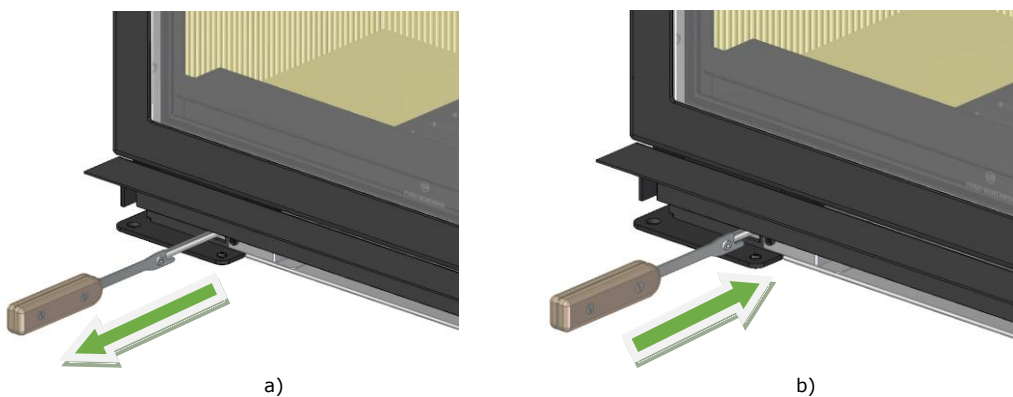

Figure 26 – a) Ouvrir air primaire, b) Fermer air primaire
- Pour ouvrir - Tirez sur le régulateur avec la clé qui accompagne l'équipement, pour un meilleur rendement et une plus grande consommation de bois de chauffage, Figure 26-a.
- Pour fermer - Poussez le régulateur pour une efficacité moindre et une faible consommation de bois. Cela crée également un effet de lavage à grande vitesse de l'air préchauffé sur toute la surface intérieure de la vitre, ce qui contribue à maintenir la vitre propre plus longtemps, Figure 26-b.
5. La période d'allumage se termine lorsque la structure de l'équipement a atteint une température stationnaire. Vous devez alors fermer la porte et régler l'entrée d'air de combustion de façon à ce que la combustion soit lente (pas d'air primaire), comme le montre la Figure 26 ;